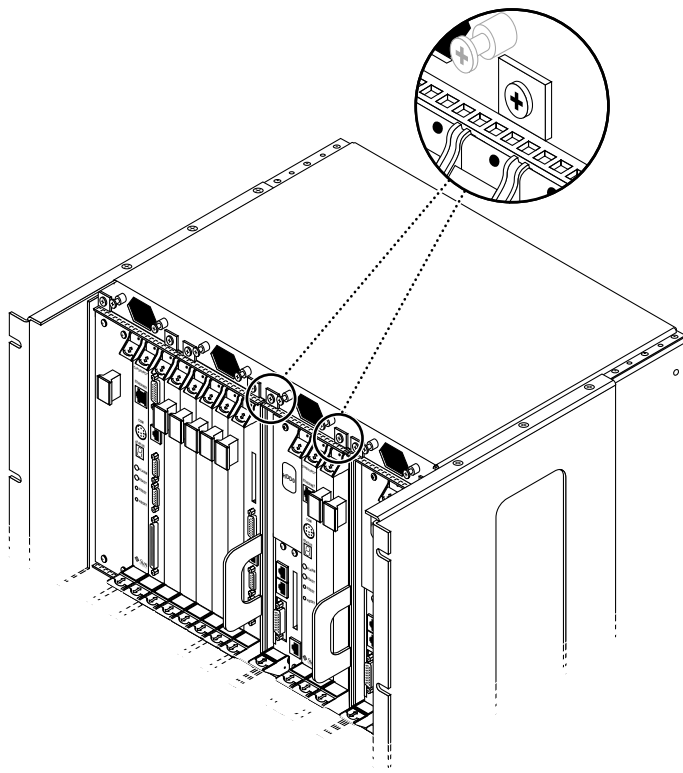

図 3-8 Netra ct 400 サーバーの最上部のねじを締める
- Netra ct 400 サーバーを挿入する場合は、サーバーの最上部にある 2 本の黒い固定ねじを締めます (図 3-8)。